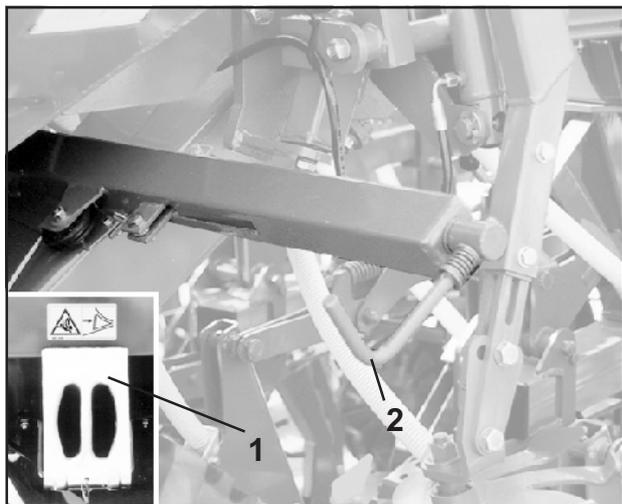

Рис. 5.8
- Перед отсоединением от трактора, обезопасьте сеялку от произвольного откатывания при помощи двух противооткатных клиньев (рис. 5.8/1).
- Включите ручной тормоз (рис. 5.8/2):